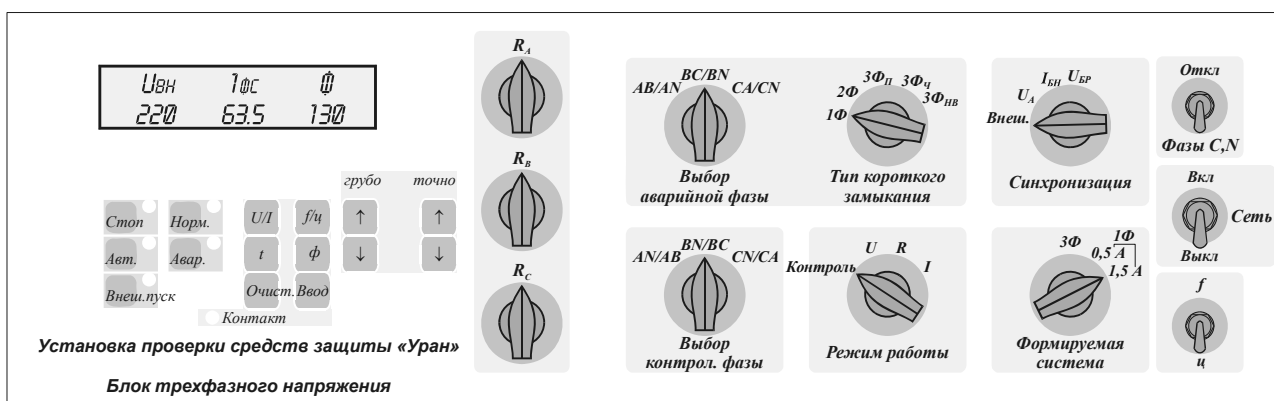

Рисунок 6 – Передняя панель блока трехфазного напряжения
6.4.1 К органам управления блока трехфазного напряжения относятся набор переключателей и клавиатура (рис. 6).